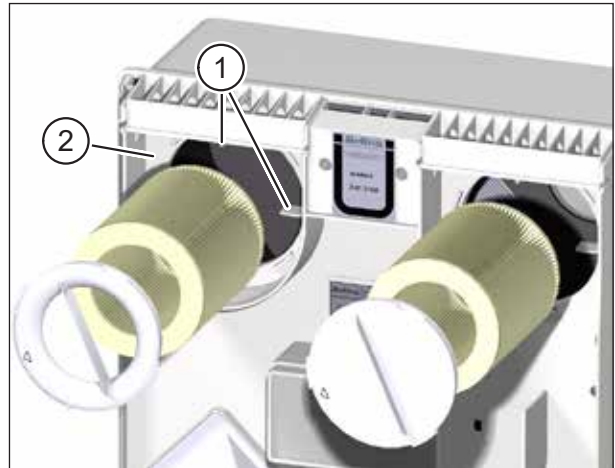

Abb. 19: Luftfilter einsetzen
- ▶ Achten Sie darauf, dass der Luftfilter in die vier Haltenasen (Pos. 1 in Abb. 19) an der Rückwand des Lüftungsgerätes gleitet.
- ▶ Setzen Sie den Filterring auf den Abluftfilter auf. Achten Sie darauf, dass der Filterring plan auf der Zwischenplatte (Pos. 2 in Abb. 19) aufliegt.